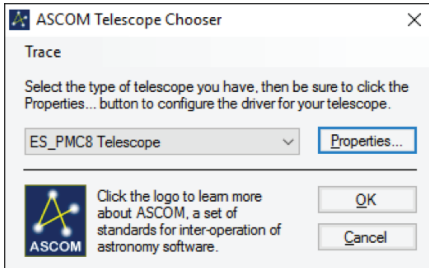

Fig. 1: ASCOM Telescope Chooser Fenster.
18. Das Programmfenster „ASCOM Chooser“ wird angezeigt. „ES_PMC8.Telescope“ aus der Dropdown-Liste wählen. (Fig. 1)